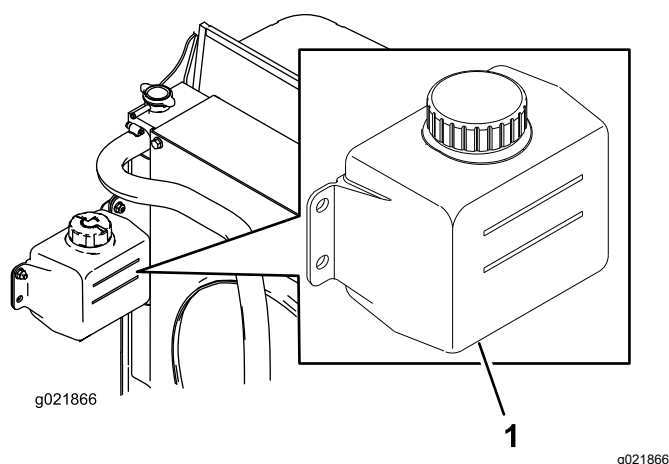

Figura 84
1. Verifique o nível de líquido de arrefecimento do depósito secundário (Figura 84).